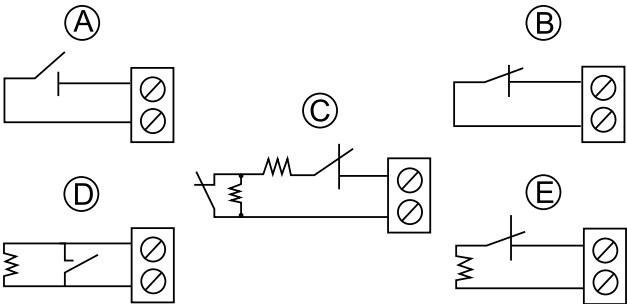

Figura 12: Ejemplos de cableado
NC	Si la entrada auxiliar del MC-312 PG2 se define como de tipo Normalmente cerrada (NC), los contactos seriales de sensores NC conectados se deben utilizar de forma exclusiva. No se requiere una resistencia EOL. Véase la figura 12, B.
NO	Si la entrada auxiliar del MC-312 PG2 se define como de tipo normalmente abierta (NO), los contactos paralelos de sensores NO conectados se deben utilizar de forma exclusiva. No se requiere una resistencia EOL. Véase la figura 12, A.
EOL	Para supervisar EOL no se usan contactos de sensor tipo NC ni NO. Se debe cablear una resistencia EOL de 5,6 kΩ en el extremo opuesto del bucle de zona. Véase la figura 12, D y E.
DEOL	Para la supervisión de DEOL, solo utilizar contactos de sensor NC. Se debe cablear una resistencia EOL de 5,6 kΩ en el extremo opuesto del bucle de zona. Véase la figura 12, C.
Nota: En la figura 12 (C) se muestra la configuración de un resistor DEOL (Doble fin de línea), que se ofrece en función de la versión de software del panel.